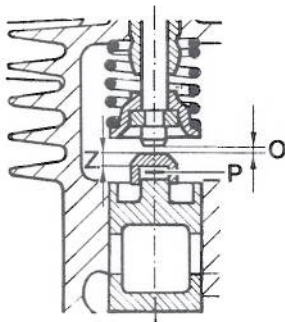

Bild 5
Ventilspiel (O, Bild 5) mit einer Fühlerlehre zwischen Ventilschaft und Stößelkopf messen. Der Stößel muss auf unterem Totpunkt stehen; d.h. das Ventil muss geschlossen sein. Die Stößelköpfe gibt es in verschiedenen Bodendicken (Z), in Abstufungen von 0,20mm. Bei Bestellung gewünschte Bodendicke (Z, Bild 5) angeben. Ferner gibt es noch Ausgleichscheiben (P) 0,1mm dick. Durch Auswechseln der Stößelköpfe und Beilegen einer evt. erforderlichen Ausgleichscheibe (P) wird das Ventilspiel eingestellt.